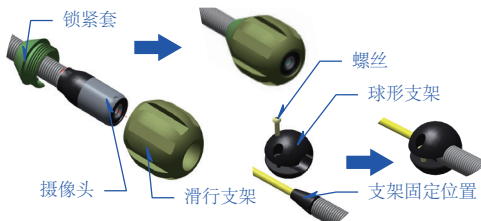

图 15.安装78 滑行支架
- 1) 安装 78 滑行支架和 60 球形支架。(图 15)